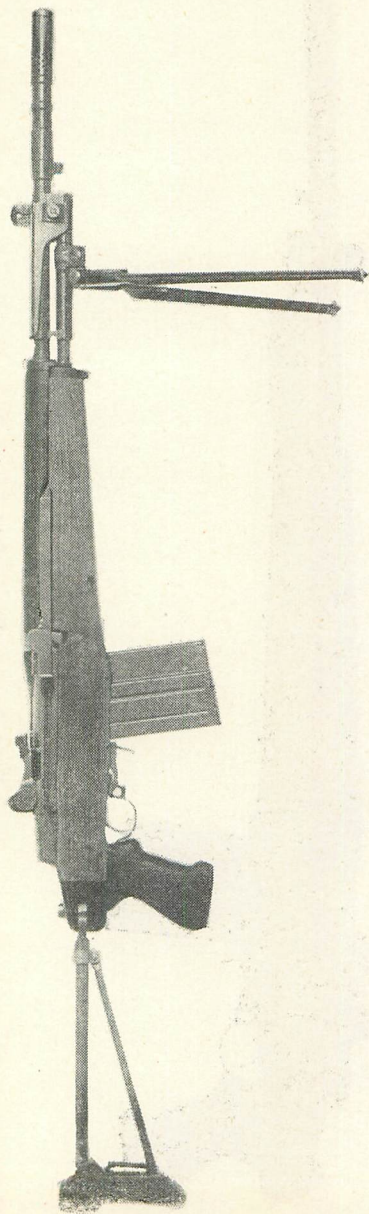

Fig. 2. - F.a.I. BM 59 T. A.
— f.a.l. BM 59 T.A. (per truppe alpine), che si differenzia dal precedente per essere provvisto di calcio metallico ribaltabile e di impugnatura a pistola in corrispondenza del ponticello (*fig. 2, 2 a*);
- . tromboncino innestabile e disinnestabile alla canna (*fig. 2 b, 2 c*).
Fig. 2 a. - F.a.i. BM 59 T. A.
Fig. 2 b. - F.a.I. BM 59 Pc.
Fig. 2 c. - F.a.l. BM 59 Pc.